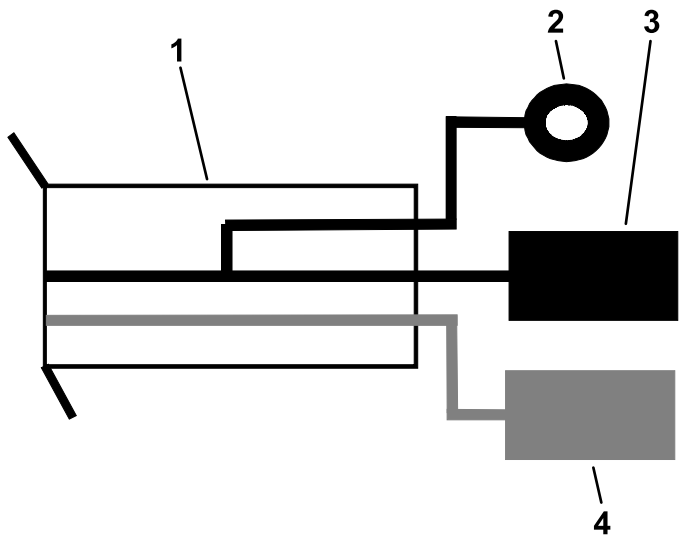

Figure 22
4. Placez la cosse à anneau noire sur le bloc de mise à la masse de la machine (Figure 22).
5. Placez le fil d'alimentation rouge dans un emplacement libre du porte-fusibles de la machine (Figure 22).